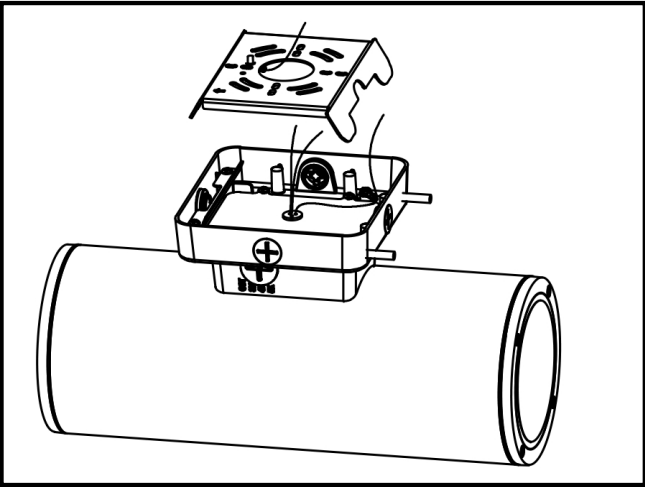

Figure 2.
2. Retirez la plaque de calage du luminaire (Figure 2).